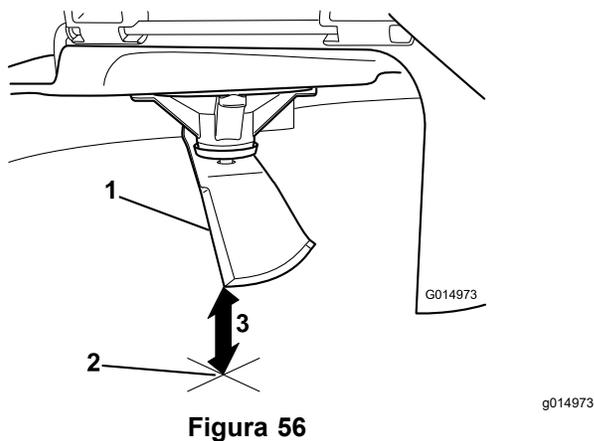

**Figura 55**
4. Gire la misma cuchilla 180 grados de manera que el otro extremo esté en la misma posición (Figura 55).